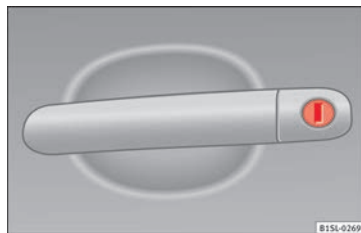

Fig. 137 Manilla de la puerta del conductor con bombín de cierre.
- Introduzca el espadín en el bombín de cierre y desbloquee o bloquee el vehículo » fig. 137.